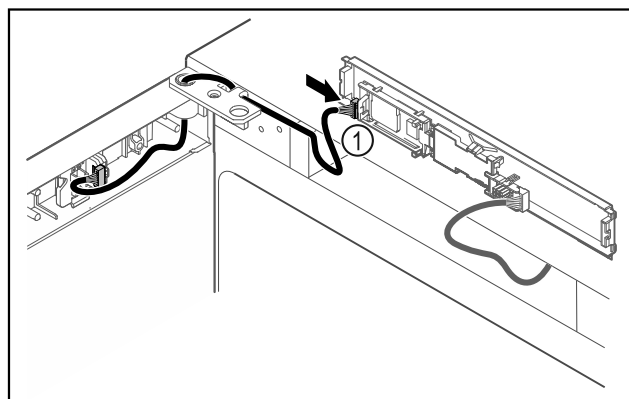

Fig. 48
- Sätt in kontakten Fig. 48 (1) på kretskortet.